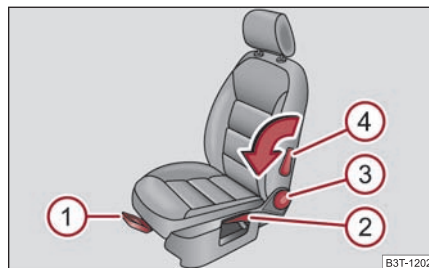

Fig. 77 Commandes du siège
- Tirez la manette ① ⇒ fig. 77 vers le haut et poussez alors le siège dans la position souhaitée.
- Relâchez la manette ① et poussez le siège jusqu'au dé clic du verrouillage.
- Pour pouvoir régler le dossier comme souhaité, (ne pas appuyer le dos dessus) et tournez la molette ③ ⇒ page 80, fig. 77, réglage de l'appui lombaire.